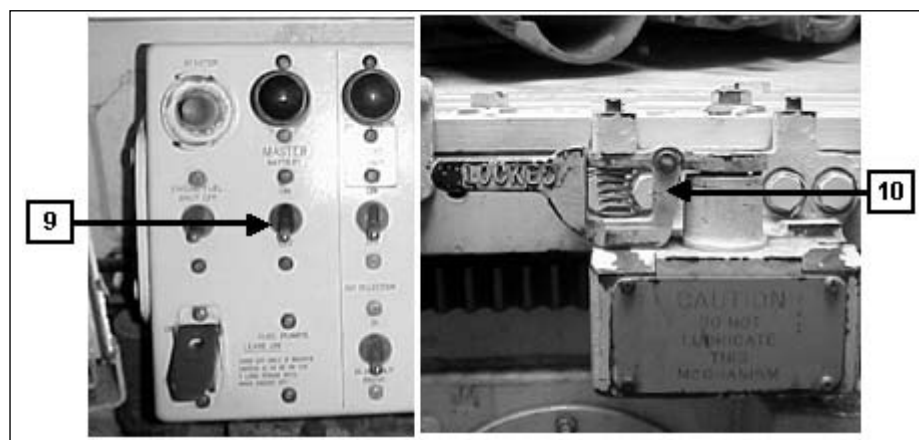

Fig 4-83. Chave geral das baterias e trava da torre
b. Carregamento (Fig 4-83 a 4-86)
(1) Verificar se a tecla dos lançadores de fumígenos (7) está desligada. A lâmpada (8) não deve acender.
(2) Desligar a chave geral das baterias (9).
(3) Travar a torre através da trava da torre (10).
(4) Remover as coifas (11) dos dois lançadores e guardar.
(5) Verificar se todos os bocais (12) de cada lançador estão limpos.
(6) Remover 24 granadas dos cunhetes.
(7) Colocar 6 (seis) granadas com a base para baixo, nos cofres da torre.
(8) Empurrar as 6 (seis) granadas (13) nos bocais dos lançadores. As hastes-mola da base da granada devem encaixar no plug (14) existente no fundo do bocal. Girar cada granada de $\frac{1}{4}$ a $\frac{1}{2}$ volta para assegurar o contato elétrico.
(9) Após o membro da guarnição entrar na torre, destravar a torre.